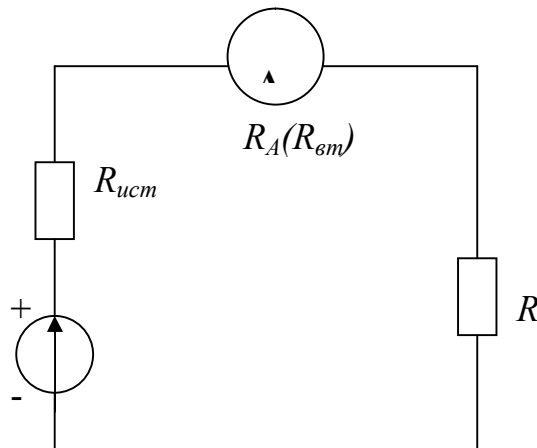

Рис. 1. Включение амперметра в электрическую цепь.
**Измерение тока.** В электрическую цепь включается измеритель тока (рис. 1).
**Задача 2.** В электрическую цепь (см. рис.1), состоящую из источника  $E$ ,  $R_{ист} = 2$  Ом и  $R = 100$  Ом, включен миллиамперметр М260М класса точности  $K_{II}$ ;  $R_{BT} = 2$  Ом с конечным значением шкалы 100 мА. Показание прибора  $I$ .
Выбранный прибор должен обеспечить наименьшую общую погрешность измерения тока  $I$  в схеме рис.1, состоящий из источника  $E$ ,  $R_{ист}$ ,  $R$ .